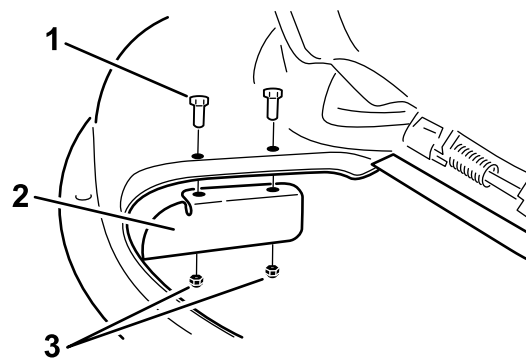

Figura 33
9. Instale o abafador de corte na plataforma do cortador com 2 parafusos (5/16 x 3/4 polegada) e 2 porcas de bloqueio (5/16 polegada) Figura 33.